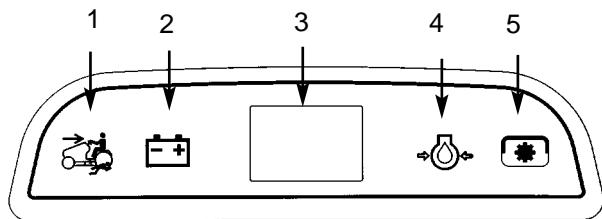

Figure 9
Si l'on est certain de pouvoir tondre ou utiliser un accessoire en marche arrière en toute sécurité, désactiver la fonction de blocage du fonctionnement en marche arrière en tournant le commutateur "Key Choice" (Fig. 8), situé devant et sous le siège, après avoir engagé la lame (PDF). Un voyant rouge s'allume sur la console avant (Fig. 9) pour signaler que le blocage du fonctionnement en marche arrière est désactivé. Une fois désactivée, la fonction de sécurité reste dans ce mode (c.-à-d. la lame de la tondeuse ou l'accessoire commandé par PDF fonctionne chaque fois que le tracteur se déplace en marche arrière), et le voyant de la console reste allumé jusqu'à ce que la lame (PDF) soit désengagée ou que le moteur soit arrêté.
Le module de commande des voyants (Fig. 9) contient les voyants suivants :
Ce levier (Fig. 9) sert à relever et abaisser les divers accessoires.
Cette commande (Fig. 9) sert à limiter la course descendante de l'accessoire. Tourner le bouton de sélection de hauteur pour augmenter ou diminuer la limite.
1. Tirer sur le levier de relevage des accessoires: se reporter à la section "Relevage des accessoires". En position relevée, tourner le bouton de sélection de hauteur (Fig. 9) pour changer la limite. Le tourner dans le sens des aiguilles d'une montre pour augmenter la hauteur de l'accessoire, ou dans le sens contraire des aiguilles d'une montre pour diminuer la hauteur.
2. Le voyant de sélection de hauteur (Fig. 9) signale le changement de la hauteur de relevage de l'accessoire, plus ou moins haut, au moment de la sélection.